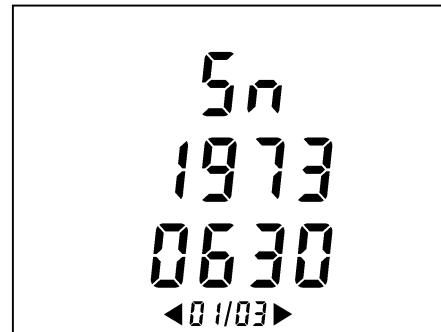

Figura 60: Número de serie del instrumento (página 1/3).
- El número de serie del instrumento (*S_n* = *Serial Number*) (Figura 60).